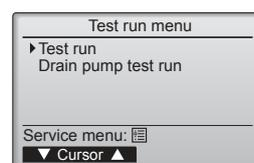

Fig. 7-4
④ Sélectionnez "Test run" (Test fonctions) à l'aide du bouton [F1] ou [F2], puis appuyez sur le bouton . (Fig. 7-4)